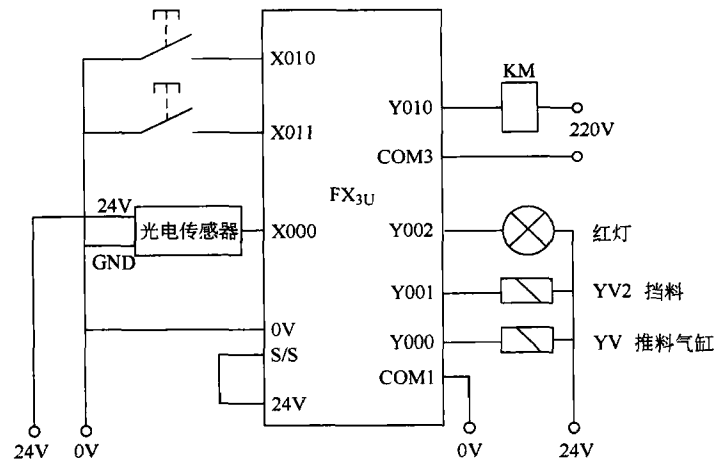

图 3-27 气动控制阀的控制接线图
(1) 控制要求 按下起动按钮，由光电传感器检测出料仓有无工件；如果无工件，10s 后输出红色灯报警，按停止按钮或加入工件停止报警；如有工件，推料汽缸将工件推入(推料时间 2s)生产线，皮带机(电动机拖动)运行，运行 5s 后挡料汽缸缩回，将第一个(奇数)工件直接放入皮带机末端的进料仓，5s 后再伸出汽缸；皮带机再运行 5s 后再将下一个工件推入生产线，第二个(偶数个)工件在皮带机运行 15s(到挡料汽缸位置)，人工从生产线取走工件；依次连续动作；运行过程中，按停止按钮，皮带机停止运行。挡料汽缸初始状态为伸出状态，挡住工件。
(2) I/O 分配和 I/O 接线图 X010：起动按钮；X011：停止按钮；X000：光电检测；Y000：推料汽缸气动控制阀；Y001：挡料汽缸气动控制阀；Y002：红色指示灯；Y010：皮带机接触器。接线图如图 3-27 所示。